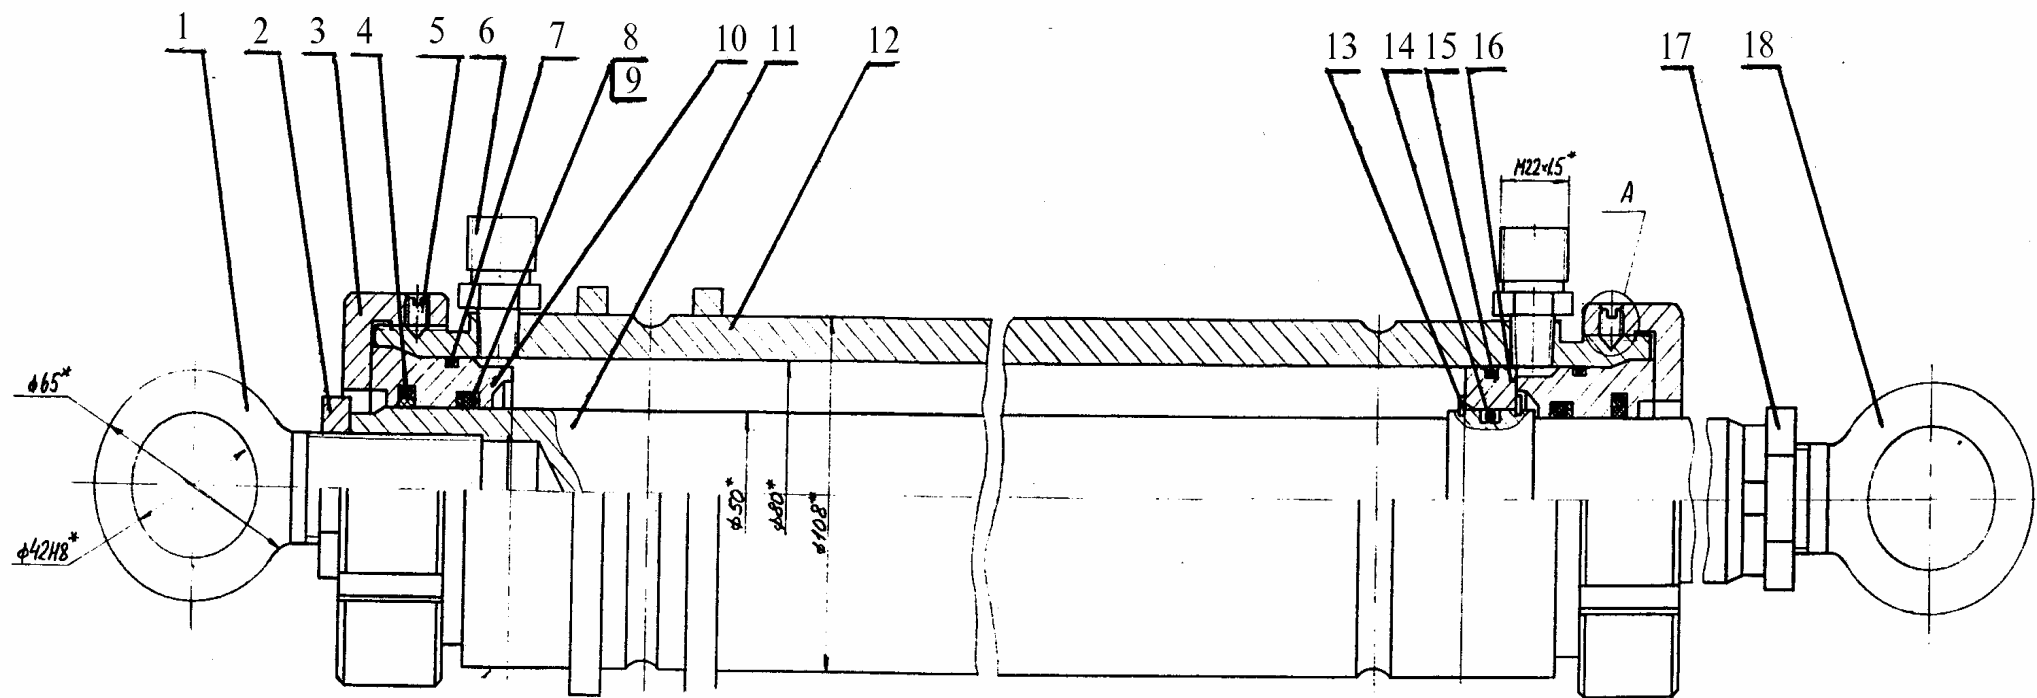

Рис. 33 Гидроцилиндр поворота колес
8.3. Гидроцилиндр поворота колес (рис. 33)